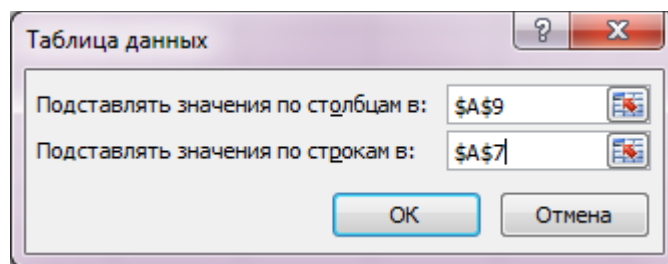

Рисунок 3.9 – Вигляд вікна «Таблица данных»
7. Виділіть комірки **B5:F18** і виберіть команду **Данные→Работа с данными→Анализ «что если»→Таблица данных**. У діалоговому вікні, що з'явилося, **Таблица данных** перейдіть в рядок **Подставляют значения по столбцам в:** і клацніть на комірку **A9**, щоб визначити посилання на комірку введення в рядки. Перейдіть в рядок **Подставляют значения по строкам в:** і клацніть на комірку **A7**, щоб визначити посилання на комірку введення в стовпці (рис.3.9).